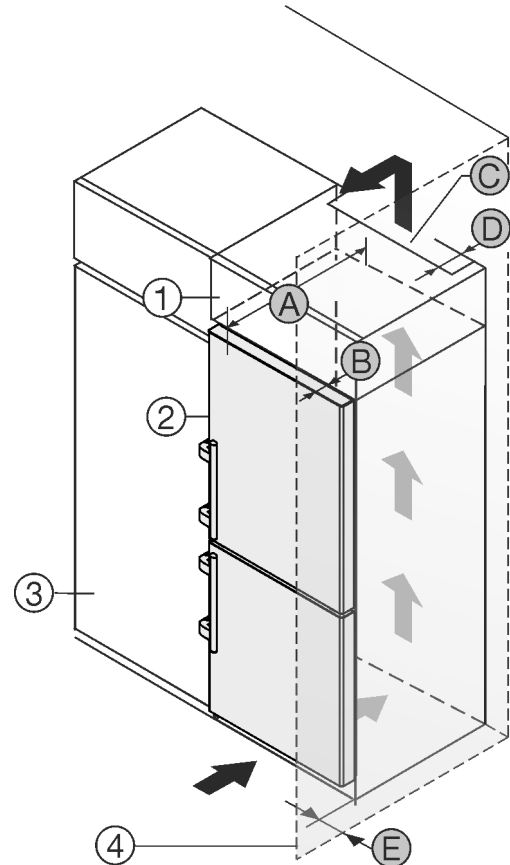

Fig. 47
Перед встановленням пристрою можна змінити його конструкцію відповідно до кухонної шафи. Щоб привести висоту пристрою Fig. 47 (2) у відповідність із розмірами кухонної ніші, можна встановити на нього спеціальну шафу Fig. 47 (1).
Пристрій можна встановлювати безпосередньо поряд із кухонною шафою Fig. 47 (3). Щоб мати можливість повністю відкривати дверцята, потрібно, щоб пристрій стояв на відстані глибина Fig. 47 (B) відносно передньої панелі кухонної шафи. Залежно від глибини кухонної шафи та використання пристінних розпірок пристрій може ще більше видаватися вперед.
- Глибина Fig. 47 (D) вільного простору вздовж усієї задньої сторони шафи повинна бути.
- Слід дотримуватись вентиляційного отвору Fig. 47 (C) в стелі приміщення.
Якщо пристрій з шарнірами встановлюється поряд зі стінкою Fig. 47 (4), слід дотримуватись відстані Fig. 47 (E) між пристроєм та стінкою. Це відповідає необхідній відстані для ручки після відкриття дверцял.